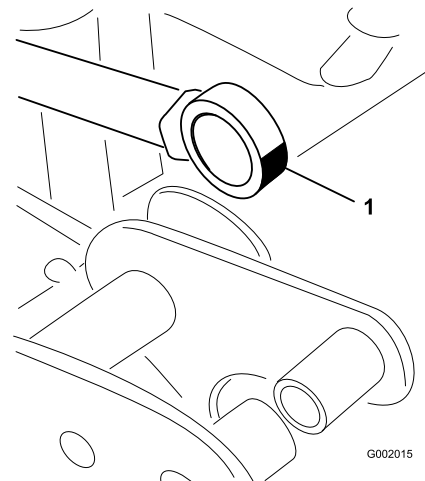

Figure 38
5. Manipulez le côté roulement de la tige de vérin et appliquez de la graisse dans le roulement (Figure 38).